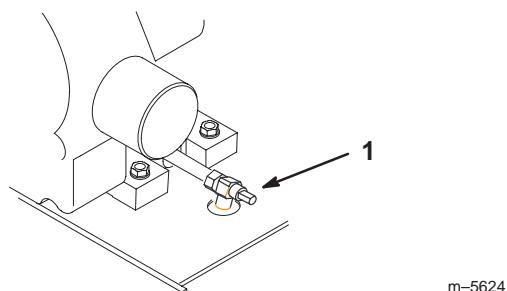

Figure 37
- Placez un bac de vidange sous l'orifice de vidange. Tournez le robinet de vidange d'huile pour permettre à l'huile de s'écouler (Fig. 37).